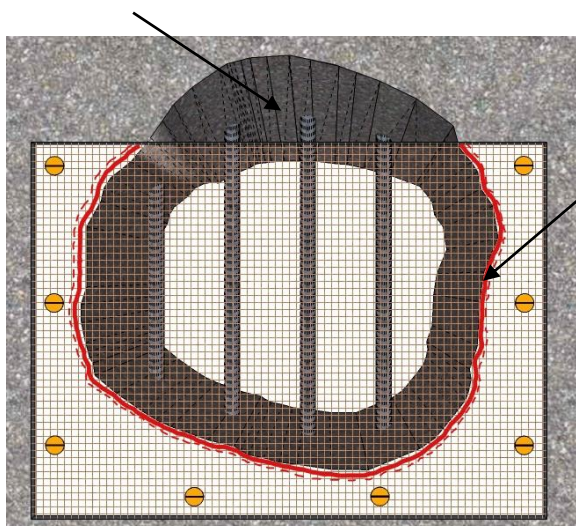

Рисунок 4. Установка передней части опалубки.
Передний лист должен быть вырезан и установлен так, чтобы его верхний край был прямым, горизонтальным и находился на 5 - 7см ниже верхнего края отверстия, образуя «карман» для заполнения дефекта смесью (рис.4). По остальному периметру он должен так же, как и задний лист, перекрывать передний край дефекта.
- Листы опалубки должны быть установлены и закреплены плотно, герметично и надежно, например, при помощи саморезов с применением герметиков или состава ВАЙТМИКС RT10, который следует нанести по краю дефекта, затем прижать к нему лист опалубки и закрепить его саморезами (рис.4 – 7).